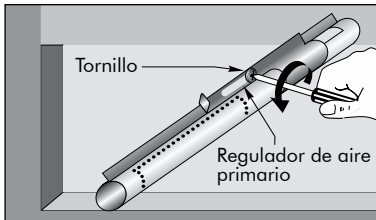

Figura 25
- Con un destornillador afloje el tornillo del regulador de aire primario, desplace el regulador hacia adelante y apriete el tornillo nuevamente en esta posición. (Ver figura 25).